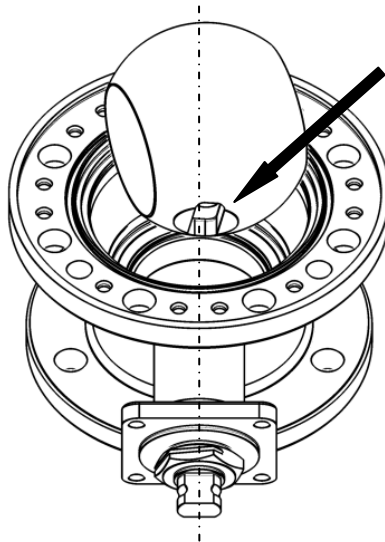

Abbildung 1: Position Kugelzweiflach bei Einfädung Kugel in Gehäuse
Kugel (3) (mit Position Kugelzweiflach siehe Abbildung 1) mit Mitnahmeschlitz an Schaltwelle ansetzen und in Gehäuse (1) einschwenken.